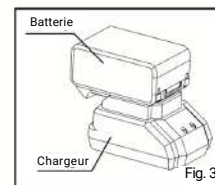

Fig. 3
- Attachez la batterie au trou de montage de la batterie du chargeur. Assurez-vous d'insérer complètement la batterie dans le trou. (Fig. 3)